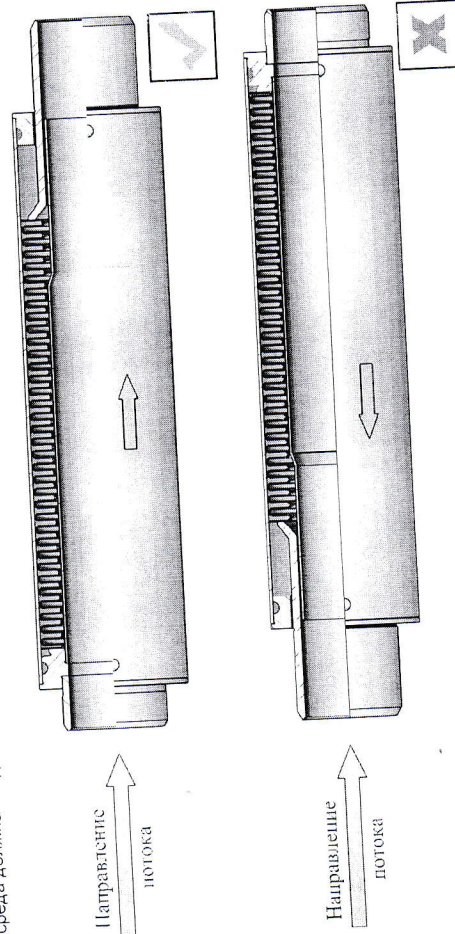

Рис. 5
- 3.6. Для компенсаторов с внутренним экраном необходимо сверить направление потока среды с направляющей стрелкой на корпусе компенсатора (если отсутствует стрелка направления потока среды, то среда должна входить в компенсатор со стороны, где внутренний экран приварен к патрубку) (Рис.5).